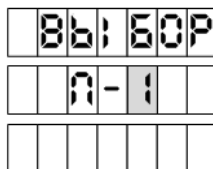

Рисунок 17
- ввести пароль администратора (см. рисунок 17);